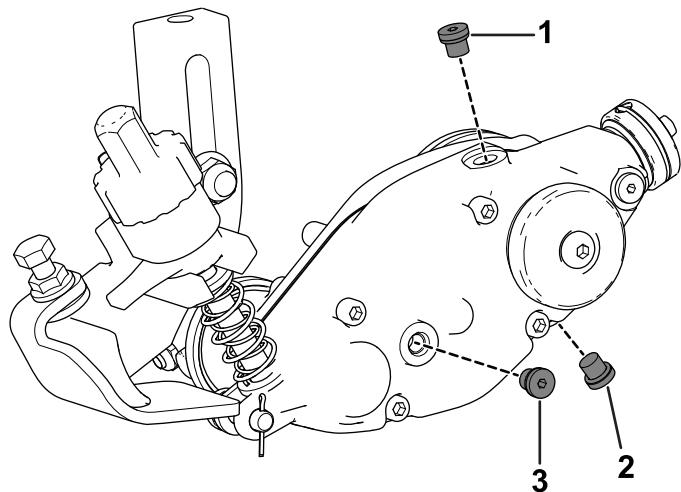

**图10**
- 用之前卸下的 4 个螺栓、锁紧螺母及轴夹将疏草刀刷固定到机器的两侧 图10。